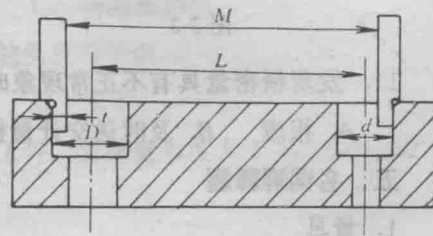

图 2-5
1. 如图 2-5 所示，用游标卡尺测得 M 为 100.04 mm，卡尺每个量爪宽度 t 为 5 mm，两孔直径分别是 $D = 24.04$ mm， $d = 15.96$ mm，求两孔中心距 L 。